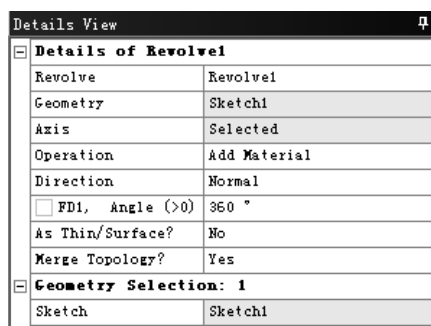

图 3.12.4 “Details View”对话框
(2) 在工具条中单击 **Revolve** 按钮 ，弹出图 3.12.4 所示的“Details View”对话框。使用草图 1 作为截面，定义水平轴线为旋转轴，单击工具条中的 **Generate** 按钮 ，完成旋转特征 1 的创建。